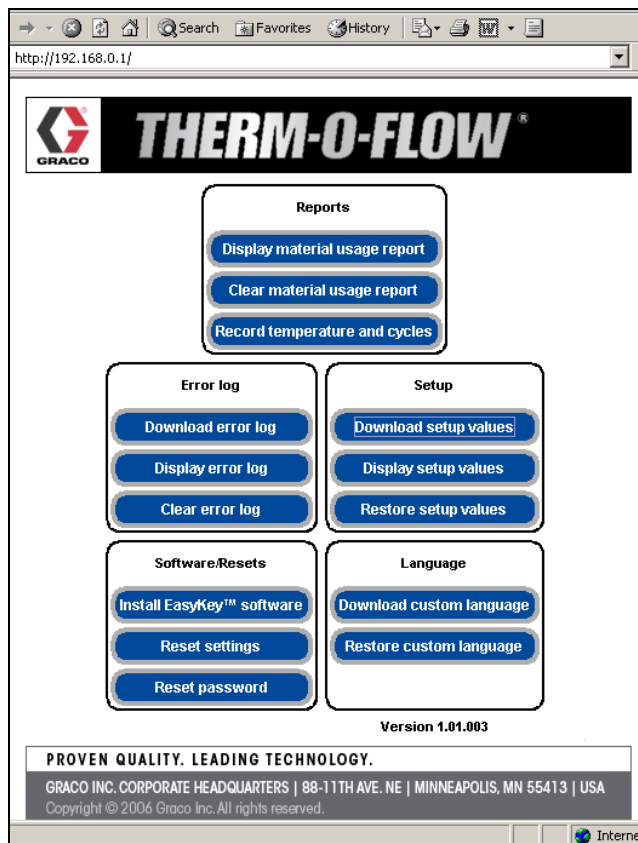

FIG. 33: Écran principal du logiciel
5. L'écran principal du logiciel s'affiche. Voir FIG. 33.
Depuis l'écran principal (voir FIG. 33), l'opérateur peut sélectionner des boutons pour les rapports, le journal d'erreurs, la configuration, les réinitialisations de logiciel ou la langue à utiliser.